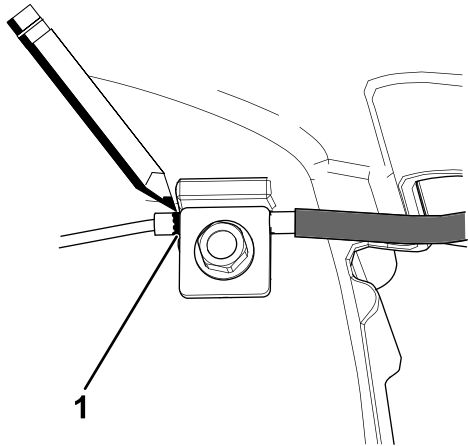
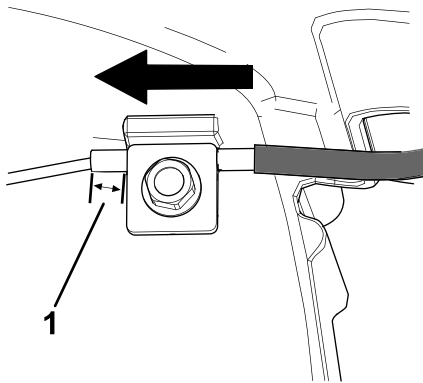

Figura 33
Figura 34
7. Marque el cable de freno (Figura 33), luego ajuste la cubierta hasta que quede aproximadamente 8 mm (5/16") de holgura (Figura 34).